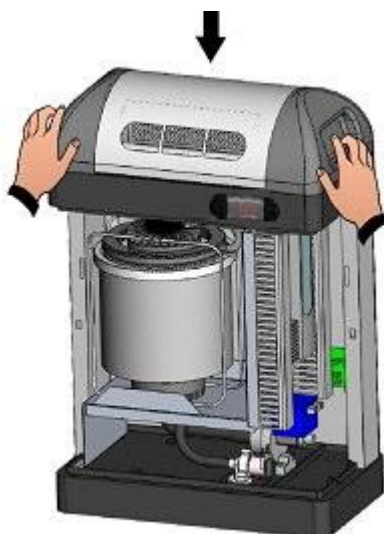

Fig. 4
5. Fissare la testata ventilante sopra l'umidificatore alloggiandola nella parte superiore dello stesso, il fissaggio avviene a pressione senza l'ausilio di viti (**Fig.4**).